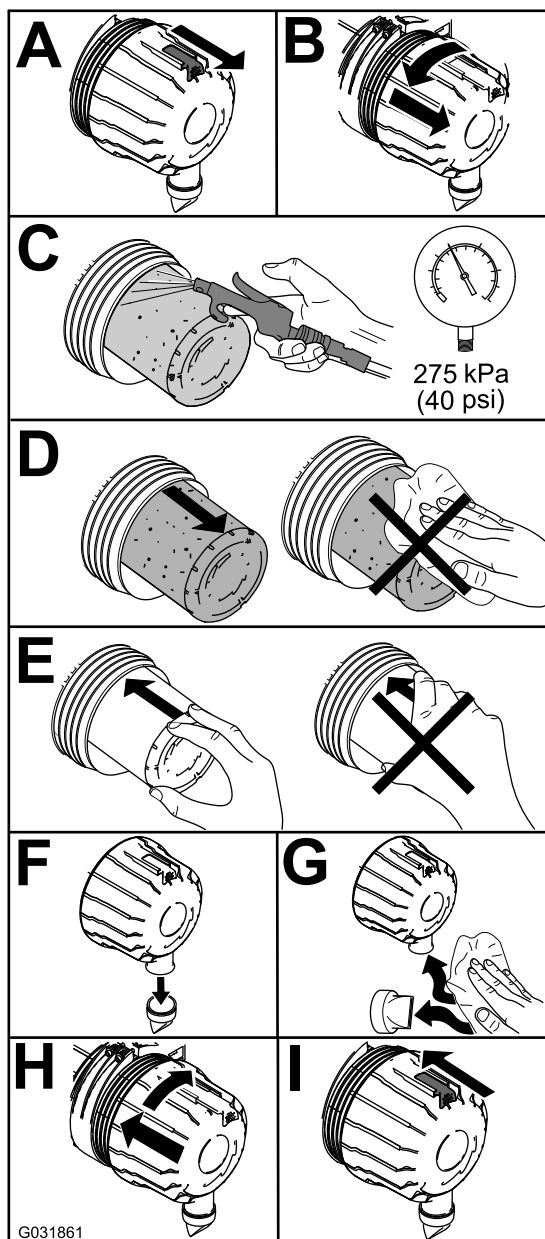

Рисунок 68
1. Замените воздухоочиститель (Рисунок 68).